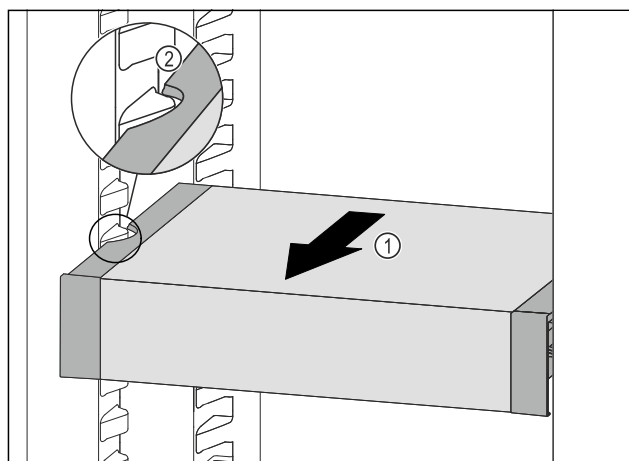

Fig. 130
- Tirer le VarioSafe vers l'avant Fig. 130 (1) jusqu'à ce que les encoches latérales du VarioSafe se trouvent au niveau de la nervure du bac dans la partie réfrigérateur. Fig. 130 (2)